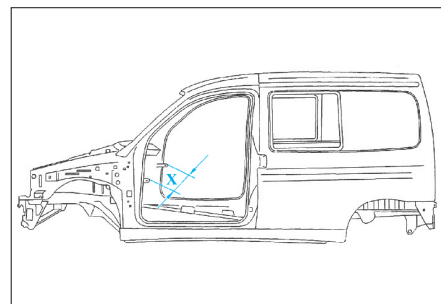

FIG. 53
- Contrôler l'écartement (x = 1405 mm) (Fig.53).